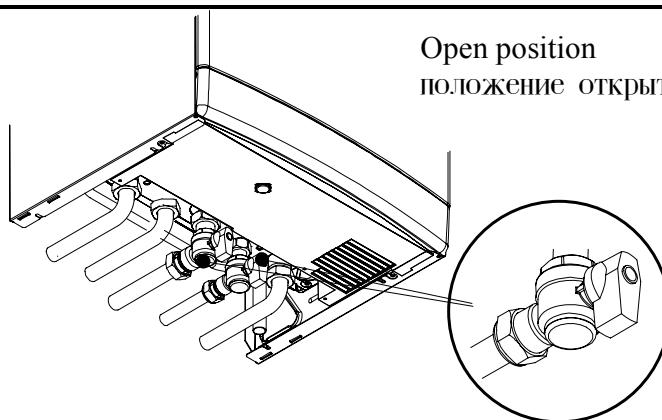

Fig. 2.3
- Check that the taps located in the lower part of the boiler are open (Fig. 2.3).
- Проверьте, чтобы краны, расположенные в нижней части котла были открыты (Рис. 2.3.)